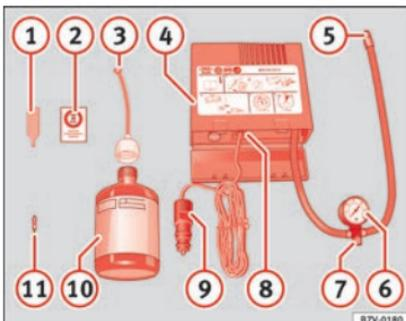

Abb. 58 Prinzipdarstellung: Bestandteile des Pannensets
- Ventilkappe und Ventileinsatz vom Reifenventil abschrauben. Verwenden Sie den Ventileinsatzdreher » Abb. 58 1 zum Heraus-schrauben des Ventileinsatzes. Legen Sie den Ventileinsatz auf einem sauberen Untergrund ab.
- Reifendichtmittelflasche kräftig schütteln » Abb. 58 10.
- Schrauben Sie den Einfüllschlauch » Abb. 58 3 auf die Dichtmittelflasche. Die Folie am Verschluss wird automatisch durchstoßen.
- Verschlussstopfen vom Einfüllschlauch » Abb. 58 3 entfernen und das offene Ende ganz auf das Reifenventil stecken.
- Ventileinsatz mit dem Ventileinsatzdreher » Abb. 58 1 wieder in das Reifenventil schrauben.
- Reifenfüllschlauch » Abb. 58 5 des Luftkompressors fest auf das Reifenventil schrauben.
- Prüfen, ob die Luftablassschraube » Abb. 58 7 zuge dreht ist.
- Stecker » Abb. 58 9 in die 12 Volt-Steckdose des Fahrzeugs stecken » Seite 144.
- Luftkompressor mit dem EIN- und AUS-Schalter » Abb. 58 8 einschalten.